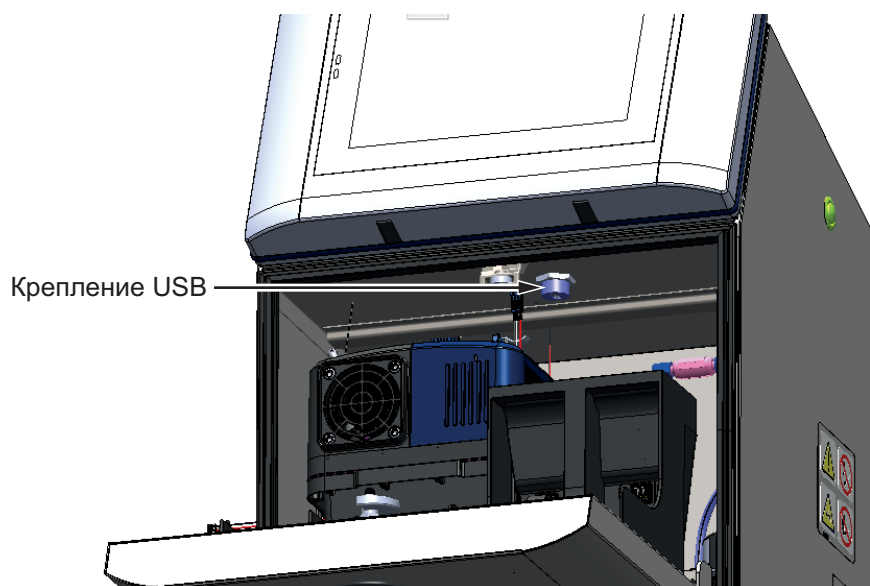

Рис. 4-14. Расположение USB-разъема
3. Найдите USB-разъем под отделением для электроники (см. Рис. 4-14) и вставьте USB-накопитель.